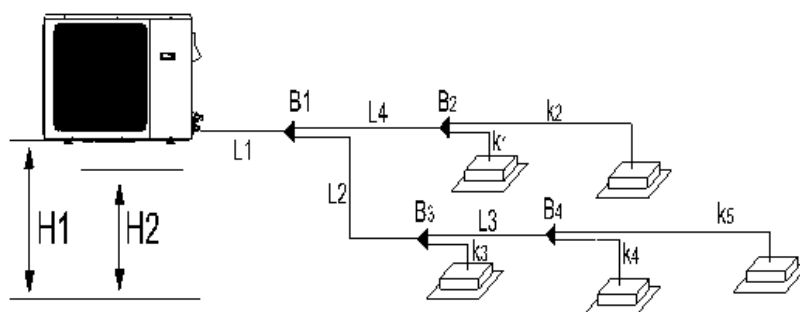

Рис.1.3
- Для конфигурации и создания ответвлений фреоновой трассы применяются специальные тройники - *рефнеты* (на рис.1.3 обозначены как B1...B2).
- Параметры фреоновой трассы зависят мощности наружного блока (см. табл. 1.4 и рис. 1.3)
### 1.5.4 Требования при взаимном расположении блоков системы (см. рис.1.3, табл.1.5)